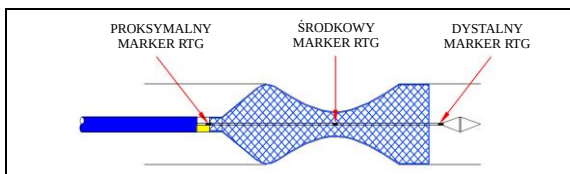

Rysunek 4.
- Gdy środkowy marker RTG osiągnie środek docelowego zwężenia, należy kontynuować ciągnięcie w tył złącza do momentu pełnego rozłożenia stentu. (Patrz rysunek 4, 5)
- Gdy środkowy marker RTG osiągnie środek docelowego zwężenia, należy kontynuować przesuwanie w przód w kierunku złącza do momentu pełnego rozłożenia stentu. (Patrz rysunek 4, 6)